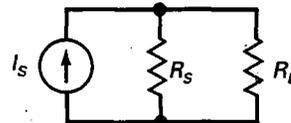

Figura 1-18
- 1-10. En la Figura 1-18 la corriente ideal es de 10 mA y la resistencia interna es de 100 k Ω . Si la resistencia de carga es nula, ¿cuál es la corriente por la carga?
- 1-11. En el circuito de la Figura 1-18 la corriente ideal es de 5 mA y la resistencia interna es de